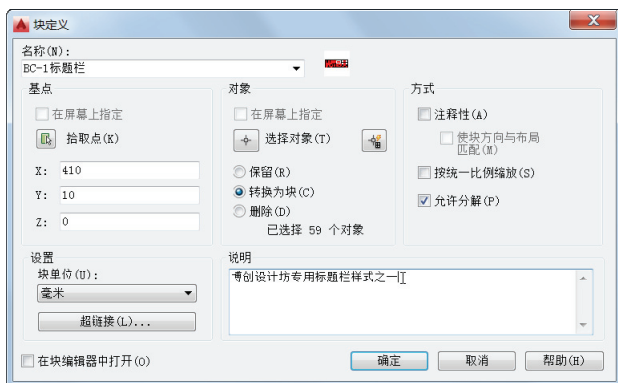

图 6-47 输入块的说明信息
- 12) 在“块定义”对话框的“说明”文本框中输入“博创意设计坊专用标题栏样式之一”，如图 6-47 所示。